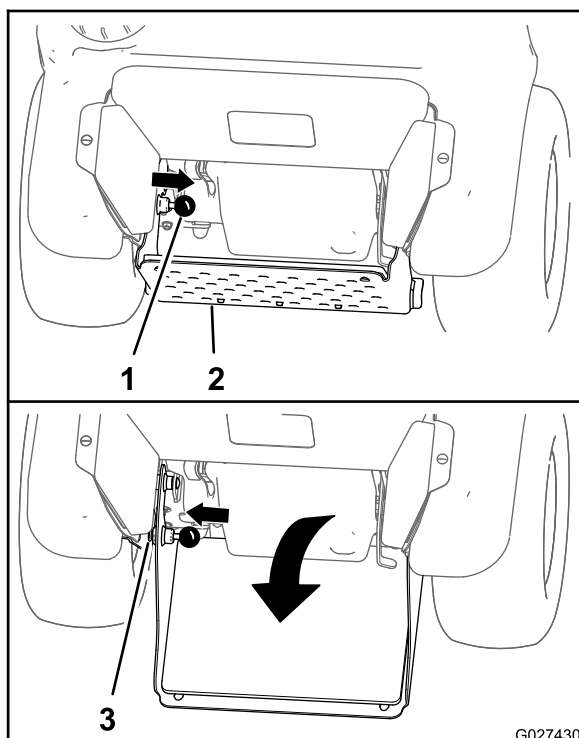

Figure 18
1. Tirez le bouton de verrouillage de la plate-forme vers l'intérieur, jusqu'à ce que la goupille passe le trou supérieur dans le châssis (Figure 18).
2. Faites pivoter la plate-forme vers le bas jusqu'à ce que la goupille de verrouillage soit en face du trou inférieur du châssis (Figure 18).
3. Déplacez le bouton de verrouillage vers l'extérieur, jusqu'à ce que la goupille dépasse du trou inférieur (Figure 18).
2. Faites pivoter la plate-forme vers le haut jusqu'à ce que la goupille soit en face du trou supérieur du châssis (Figure 18).
3. Déplacez le bouton de verrouillage vers l'extérieur, jusqu'à ce que la goupille dépasse du trou supérieur (Figure 18).